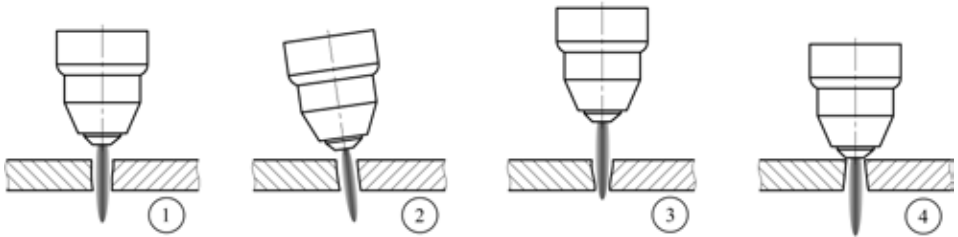

Рис. 7.8. Влияние угла наклона на качество реза.
- **Угол наклона плазматрона относительно разрезаемого металла (См. рис. 7.8).**